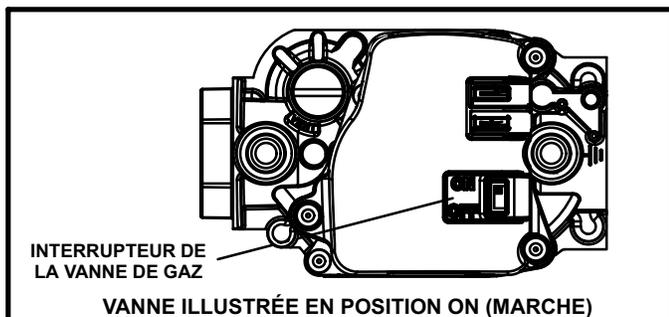

FIGURE 1
Fonctionnement de la vanne de gaz (Figure 1)
- 6 - Mettre le levier de la vanne de gaz sur «OFF». Voir Figure 1.
8 - Mettre le levier de la vanne de gaz sur «ON». Voir Figure 1.